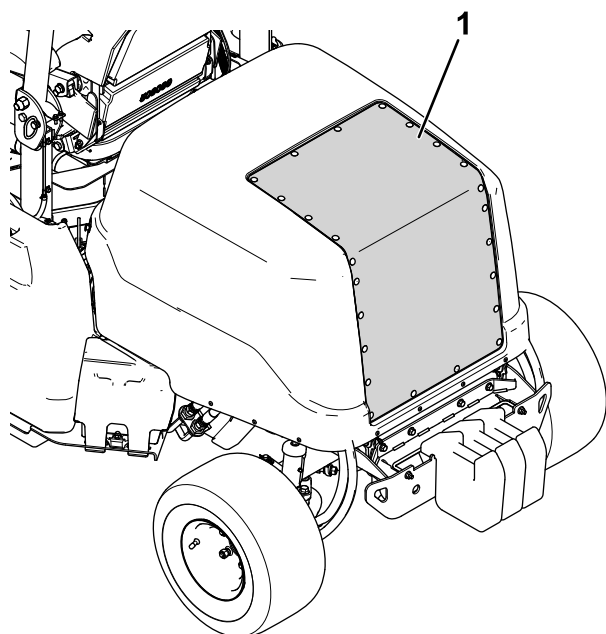

Figura 71
2. Utilice aire comprimido para limpiar la rejilla del capó (Figura 71). Dirija el chorro de aire hacia fuera de la máquina.